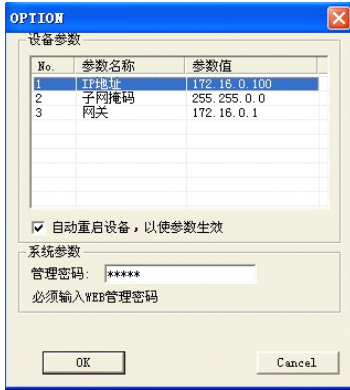

图 6
⑤ 设置完成，回到 OPTION 对话框，此时显示的是修改后的参数（未生效）；选中自动重启设备项，输入管理密码（默认为 admin），点击 OK。如图 6 所示：